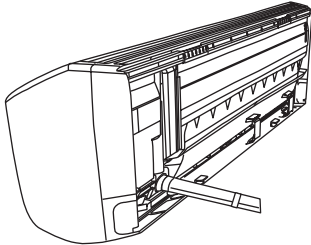

图7
（1）当要把铜管从后面引出时，将铜管、排水管和连接电缆一起用附件 ⑫ 胶带绷紧。（图7）